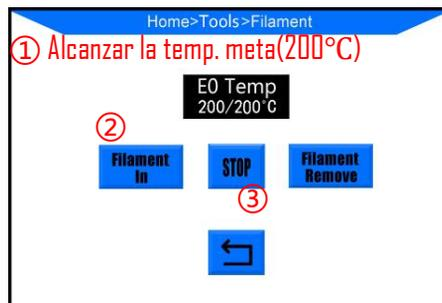

Imagen 15
(4) Como se muestra en la **imagen 15**, deslice el cabezal de impresión hacia la izquierda, cuando se alcance la temperatura meta (200 °C), vuelva a hacer clic en "Filament in", el extrusor introducirá automáticamente el filamento hasta que éste se funda a través de la boquilla. Ahora, haga clic en "Stop" en la pantalla, puede usar pinzas para limpiar la boquilla.